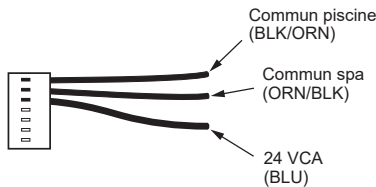

Figure 54. Harnais de câble à 7 broches pour thermostat externe
5. Depuis le harnais de câble à 3 fils pour thermostat externe, connectez le fil BLEU d'un côté du thermostat et l'autre côté au fil ORANGE/NOIR dans le cas d'un SPA ou au fil NOIR/ORANGE pour une PISCINE. Voir Figure 54.
4. Depuis le harnais de câble à 3 fils pour thermostat externe, connectez le fil BLEU d'un côté du thermostat et l'autre côté au fil ORANGE/NOIR dans le cas d'un SPA ou au fil NOIR/ORANGE pour une PISCINE. Voir Figure 54.